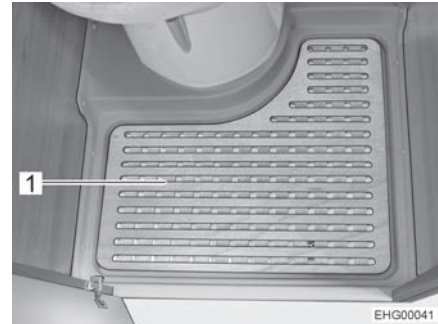

Bild 125 Herausnehmbare Bodenplatte
- Herausnehmbare Bodenplatte (Bild 125,1) zum Duschen entfernen.